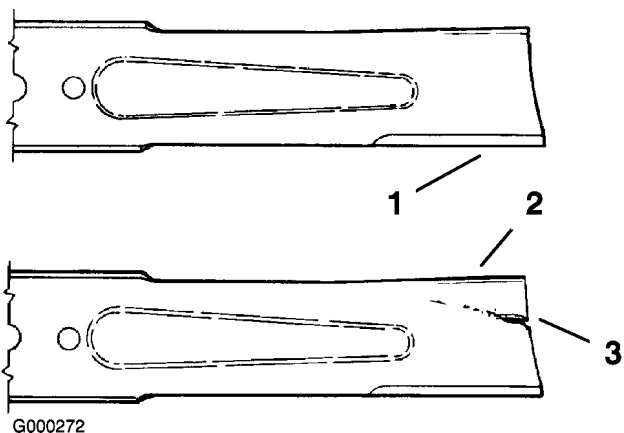

Figure 63
1. Examinez le tranchant des lames (Figure 63). Si les lames ne sont pas tranchantes ou si elles présentent des indentations, déposez-les et aiguisiez-les (voir Aiguisage des lames).
2. Inspectez les lames, surtout la partie incurvée (Figure 63). Remplacez immédiatement toute lame endommagée, usée ou qui présente une entaille (Figure 63).